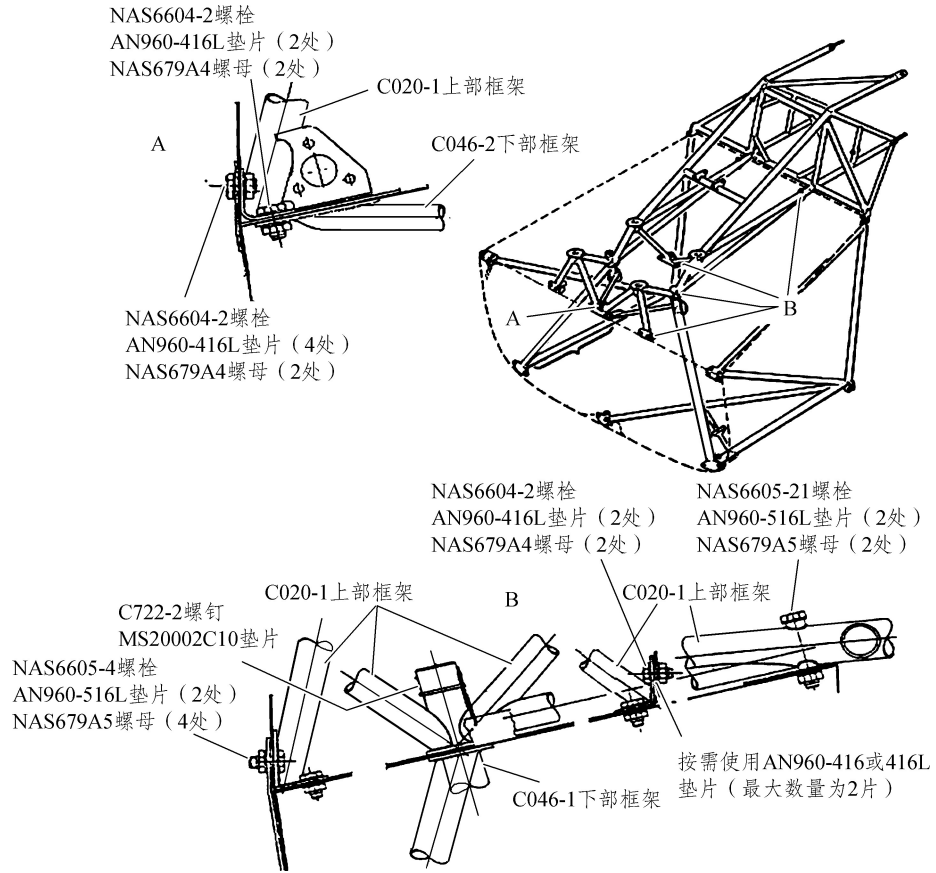
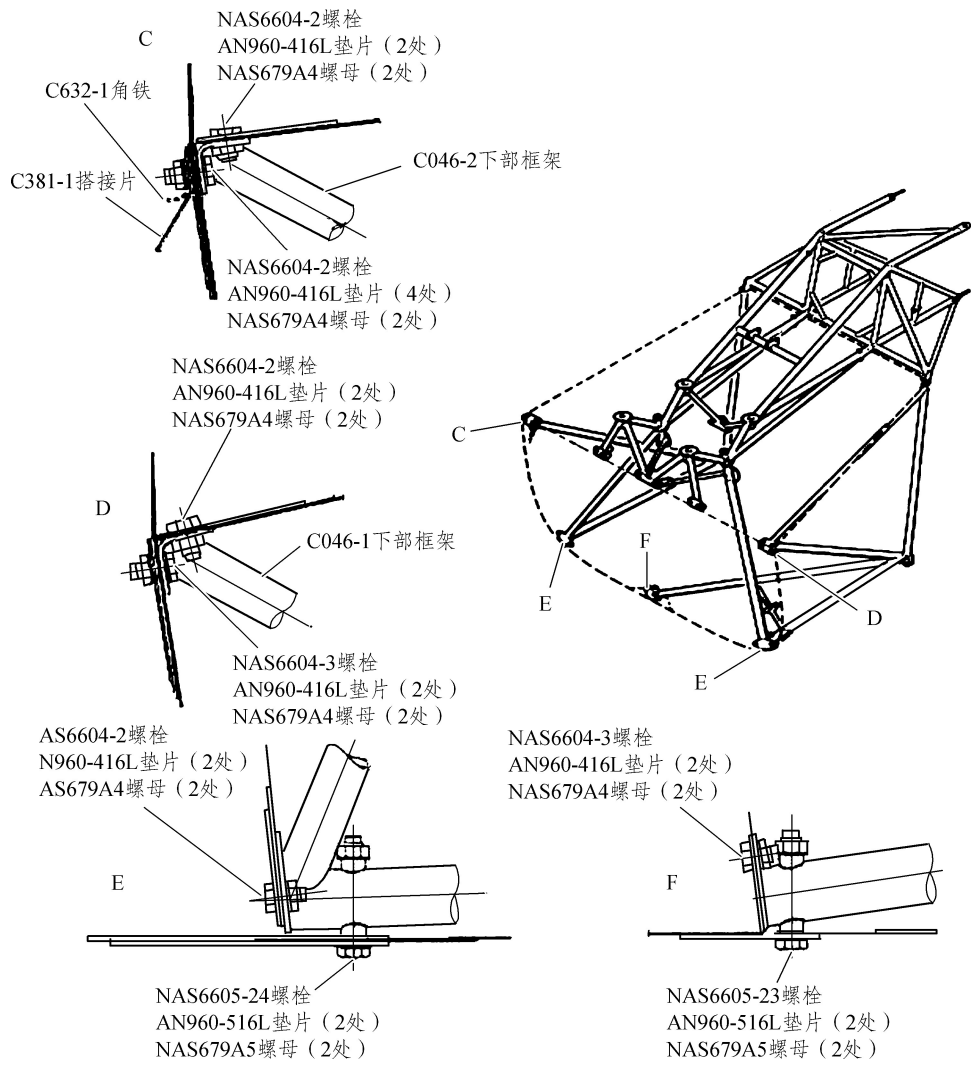
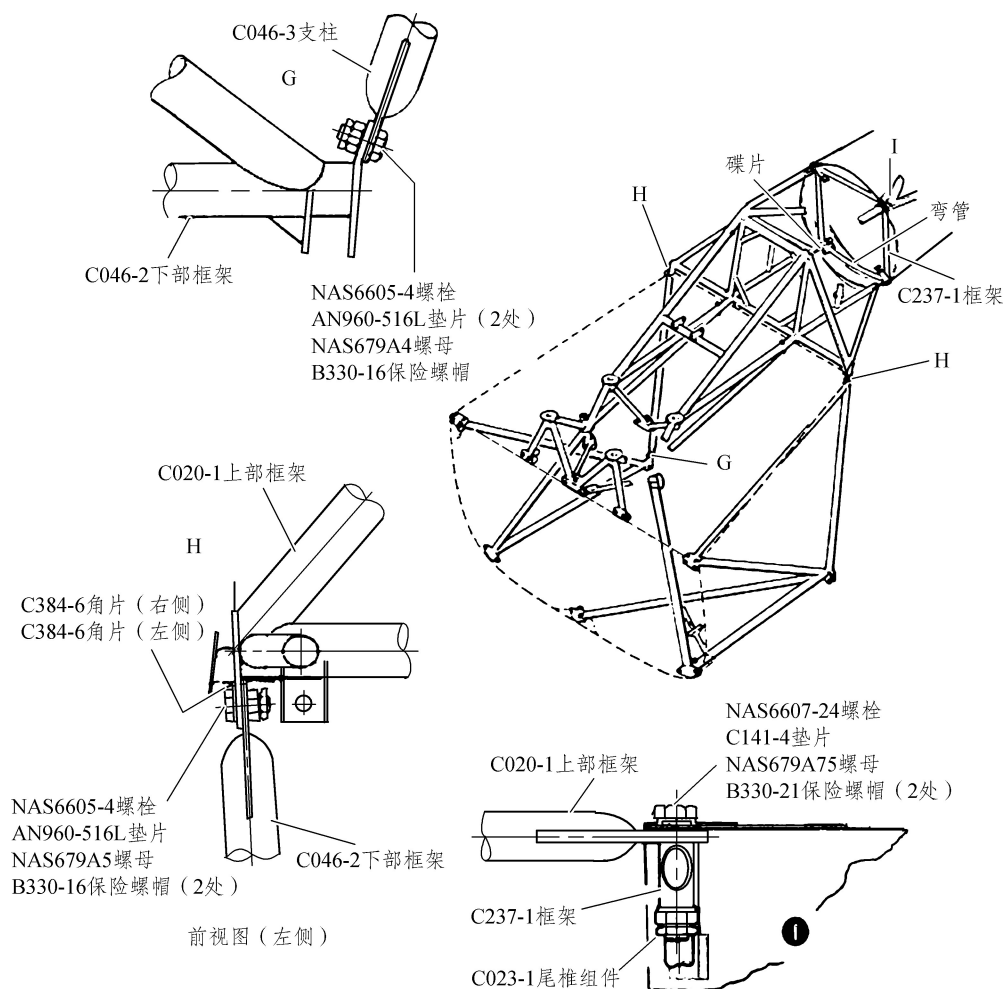

图 1.2 钢管框架的安装
图 1.3 左下部框架的拆卸
图 1.4 钢管框架和尾锥的安装
- (1) 拆下全部整流罩。
- (2) 拆下旋翼齿轮箱，包括主油箱和辅助油箱。
- (3) 拆下动力装置、尾锥和离合器组。
- (4) 拆下蓄电池和蓄电池箱。
- (5) 拆下左右座椅背板。
- (6) 解除 3 个前固定点（详见图 1.3 中 D、E、F）和后安装点（详见图 1.4 中 H）的连接。
- (7) 解除起落架左后部固定螺栓。
- (8) 拆下上部框架与左下部框架连接处的 NAS6604-2 螺栓和 C722-2 螺钉（详见图 1.3 中 B）。
- (9) 拆下左侧框架。
- (10) 从左框架上拆下 C014-7 起落架支柱和 0310-5 整流支架。
- (1) 安装 C014-7 起落架支柱和 D310-5 整流支柱。
- (2) 将框架放到位准备安装。按图 1.2 中 B，图 1.3 中 D、E、F 及图 1.4 中 H，安装所有金属件。
- (3) 拧紧所有的 NAS6600 螺栓和 C722-2 螺钉，然后用 0.041 英寸的保险丝打到 C385-1 防火隔板的加强板上。
- (4) 安装 NAS 6607 起落架固定螺栓，并拧紧。
- (5) 安装动力装置。
- (6) 安装尾锥。
- (7) 安装旋翼齿轮箱。
- (8) 安装离合器组。
- (9) 安装蓄电池箱和蓄电池。
- (10) 核实所有安装金属件已经拧紧后，安装左后座椅背板。
- (11) 安装所有整流罩。
- (1) 卸去所有的整流罩。
- (2) 拆下旋翼齿轮箱和 2 只汽油箱。
- (3) 拆下动力装置，包括尾锥 C046-3 支柱和离合器组件。
- (4) 拆下右后座椅背板。
- (5) 从起落架右支柱处拆下起落架后固定螺栓。
- (6) 拆下 2 颗前固定螺栓（详见图 1.2 中 C 和图 1.3 中 C、E）。
- (7) 拆下连接上部框架和下部右框架的 NAS6604-2 螺栓和 C772-2 螺钉。
- (8) 拆下右框架组件。
- (9) 从右框架上拆下 C014-7 起落架支柱和 D310-6 夹板。